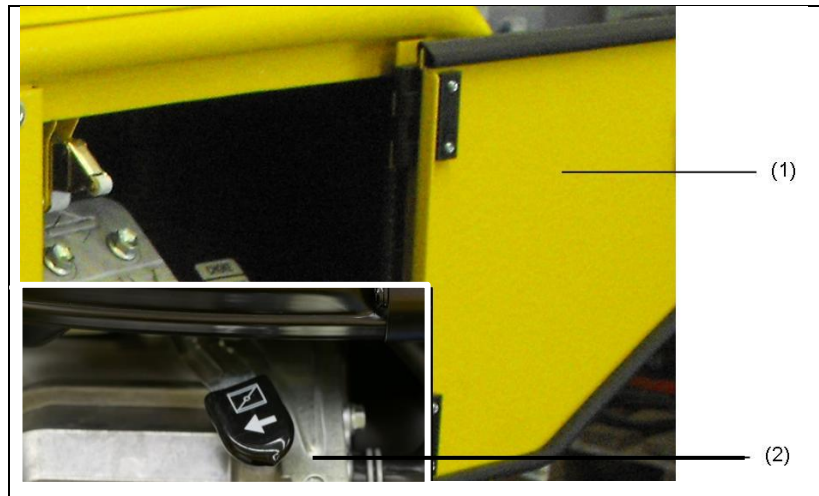

Abb. 4-1: Hand-Choke ziehen
2. Klappe-Seite (Abb. 4-1-(1)) öffnen.
3. Hand-Choke (Abb. 4-1-(2)) in Pfeilrichtung drücken (bei kaltem Motor ganz, bei warmen Motor entsprechend weniger) und festhalten.
5. Den Choke (Abb. 4-1-(2)) wieder in Grundstellung bringen.
4. Hand-Choke (*Abb. 4-1-(2)*) in Pfeilrichtung drücken (bei kaltem Motor ganz, bei warmen Motor entsprechend weniger) und festhalten.